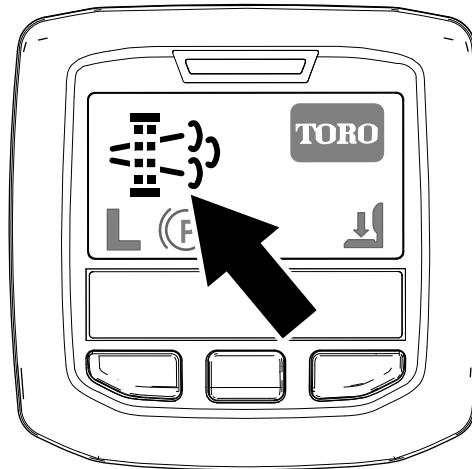

Figura 36
- Nell'InfoCenter viene visualizzata l'icona di richiesta rigenerazione parcheggiata (Figura 36).